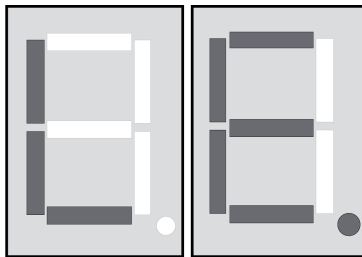

Bild 6: Anzeige LE – „Learn“
- Am gewünschten Funksender ein Lern-Telegramm auslösen (siehe Anleitung Funksender). Handbetätigte Sender so lange betätigen, bis in der Anzeige **LE** erscheint (Bild 6).